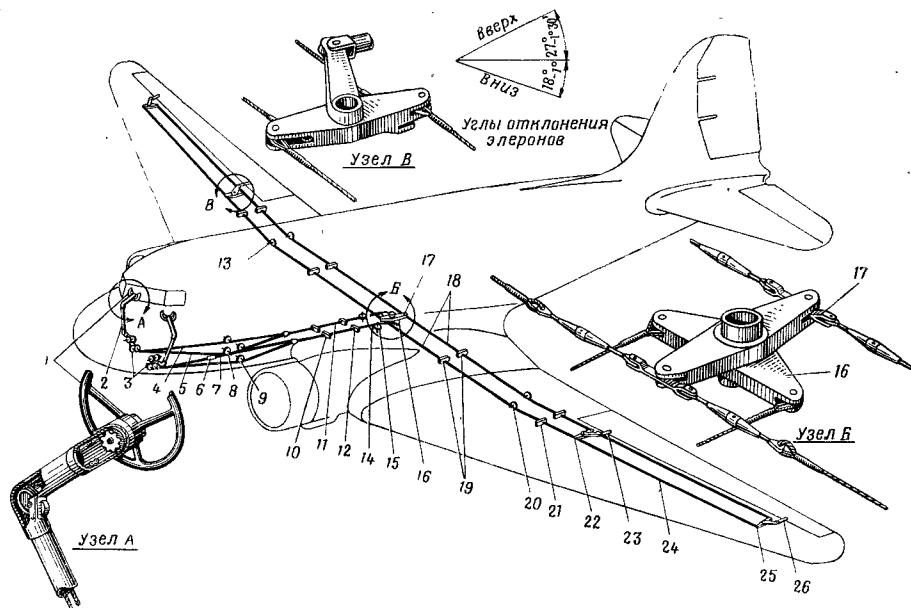

Рис. 66. Схема управления элеронами:
1. Отсоединить тяги 23 (рис. 66) и 26 от кронштейнов элеронов.
Вверх элерон должен отклоняться на угол $27^{\circ} \text{--} 1^{\circ} 30'$, а вниз — на $18^{\circ} \text{--} 1^{\circ}$ от нейтрального положения. В линейных размерах отклонение элерона вверх равно 324_{-19} мм, вниз — 216_{-10} мм от кромки крыла на внутреннем конце элерона (см. выноску на рис. 66).